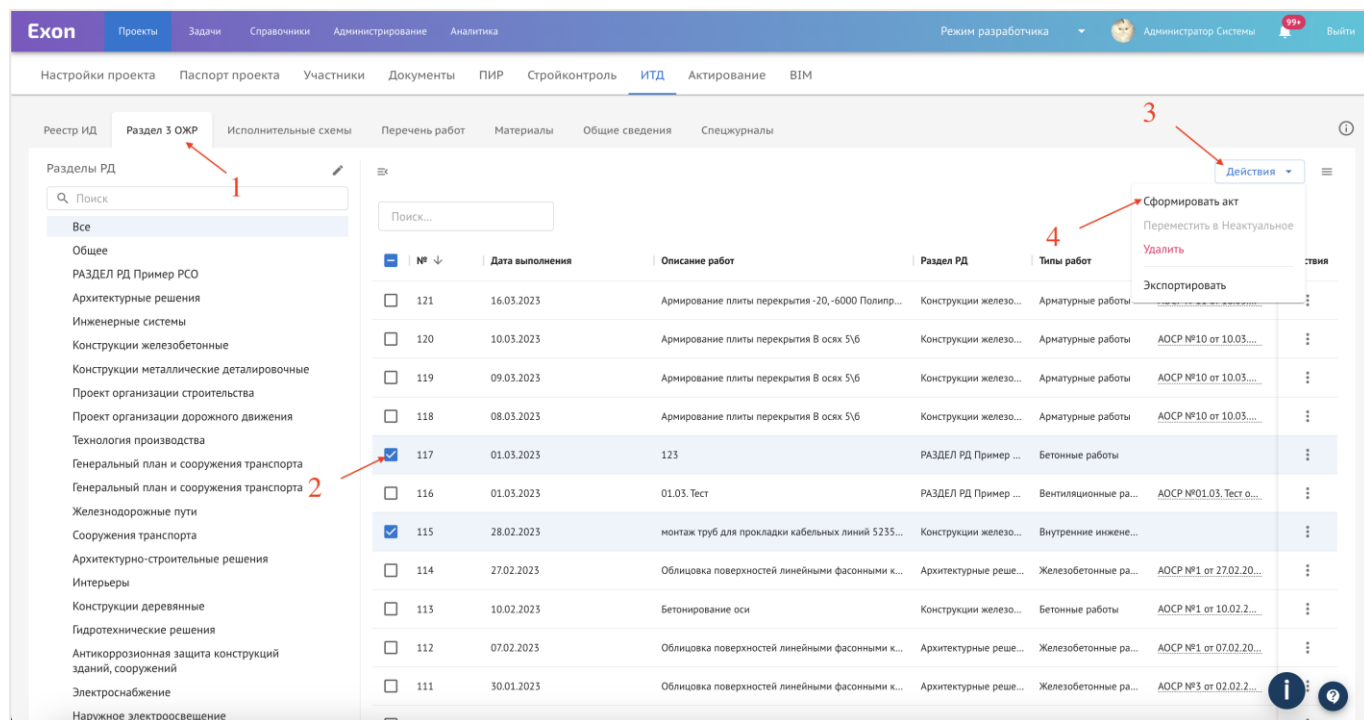

Рис. 56 – Выбор работ для формирования акта
1. Перейти в 3 раздел ОЖР (1) (рис. 56);
2. Выбрать те записи, работы в которых относятся к акту, который следует сформировать. **5 пункт акта (даты выполнения работ) – это крайние даты выделенных записей (2)** (рис. 56);
3. Из выпадающего списка (3) выбрать действие «Сформировать акт» (4) (рис. 56);